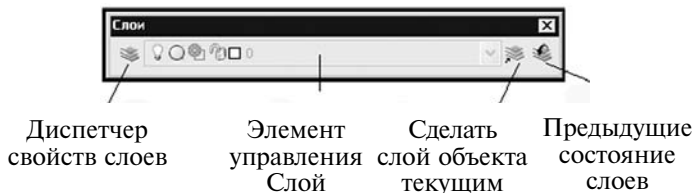

Рис. 2.38. Панель инструментов «Слой»
- ◆ щелкнуть мышью по кнопке  на панели инструментов «Слой» (рис. 2.38);